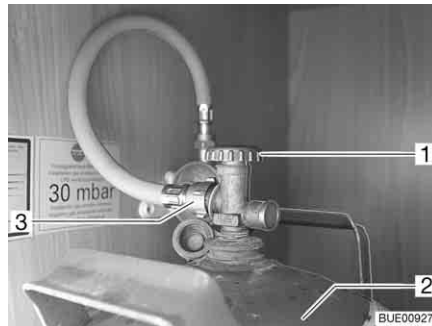

Fig. 162 Compartiment à gaz
- Fermer le robinet principal (Fig. 162,1) de la bouteille de gaz (Fig. 162,2). Observer le sens de la flèche.
- Dévisser la lyre (Fig. 162,3) de sur la bouteille de gaz.